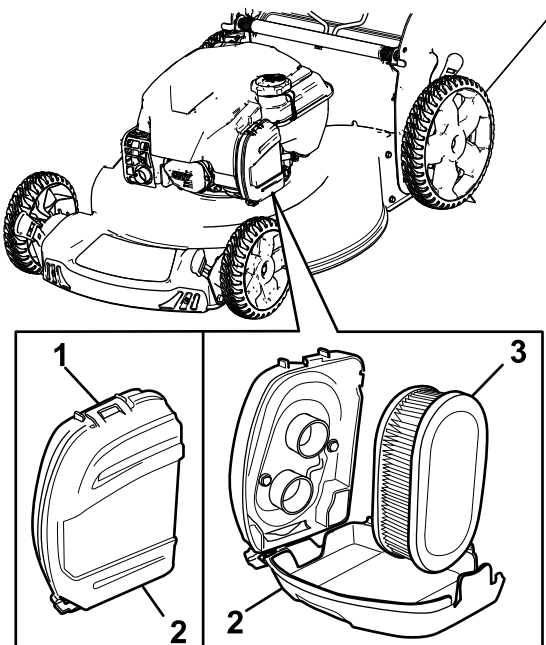

Figure 24
1. Déclipsez le haut du couvercle du filtre à air (Figure 24).
2. Retirez le filtre à air (Figure 24).